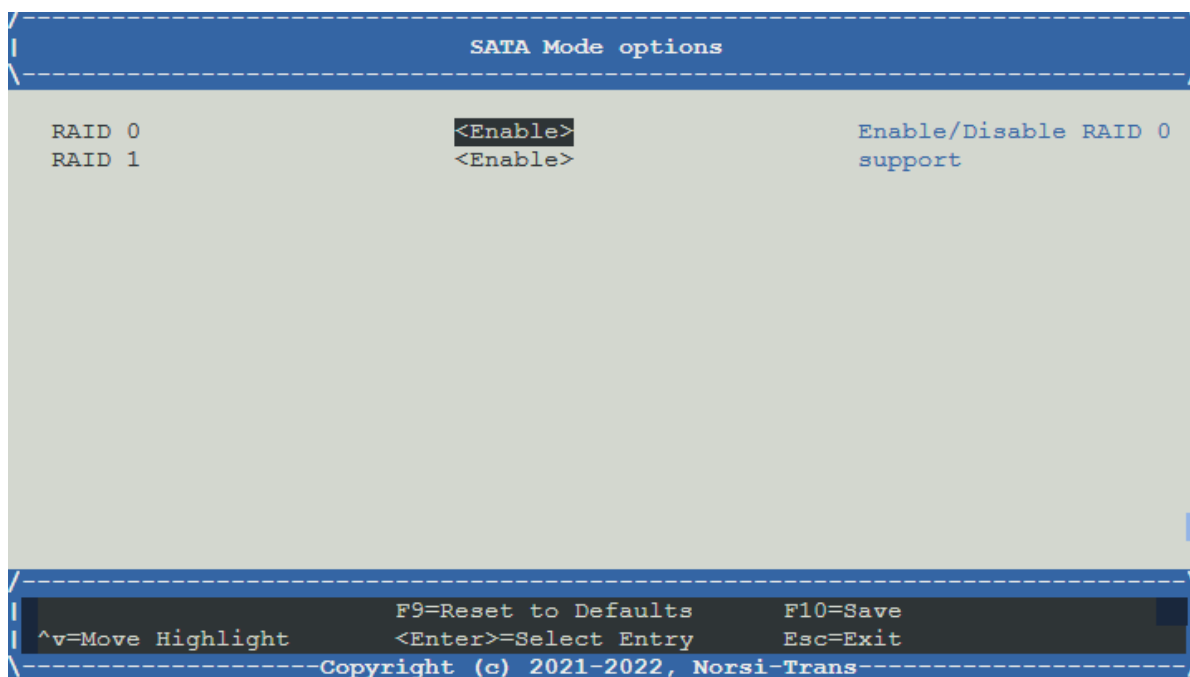

Рис. 63. Меню SATA Mode option
- 3) Во вкладке «PCH sSATA Configuration» перейдите во вкладку «SATA Mode options» и установите «RAID 0» и «RAID 1» в состояние <Enable>. Окно показано на рис. 63 Меню SATA Mode option